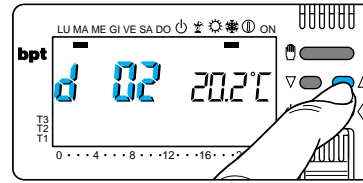

Fig. 29
5.8 - Premere il pulsante  oppure  sino a raggiungere il numero di giorni desiderato da 1 a 99. Nel conteggio dei giorni è compreso anche quello in cui viene effettuata la programmazione (quindi il residuo del giorno in cui si effettua l'operazione viene conteggiato come 1 giorno) (fig.29).